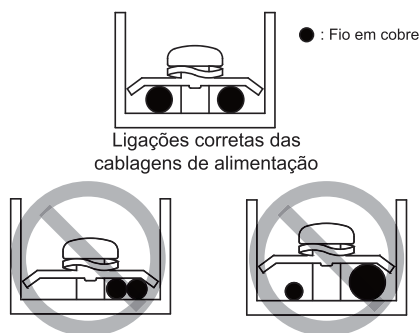

Figura 9.2
- Não ligue dois cabos de alimentação com diâmetros diferentes ao mesmo terminal de fonte de alimentação (poderá causar o sobreaquecimento dos cabos devido a uma ligação frouxa) (consultar a Figura 9.2).